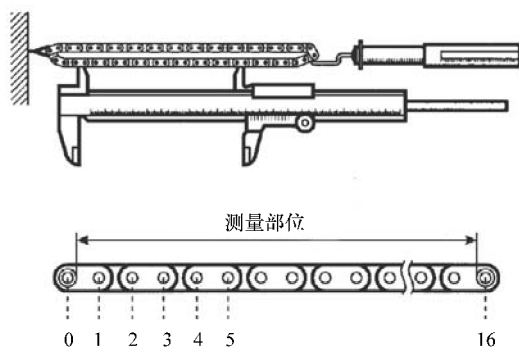

图 11-9 检查正时链条
1) 检查正时链条总成。如图 11-9 所示，用 147N 的力拉链条分总成，然后测量 16 个链节的长度。